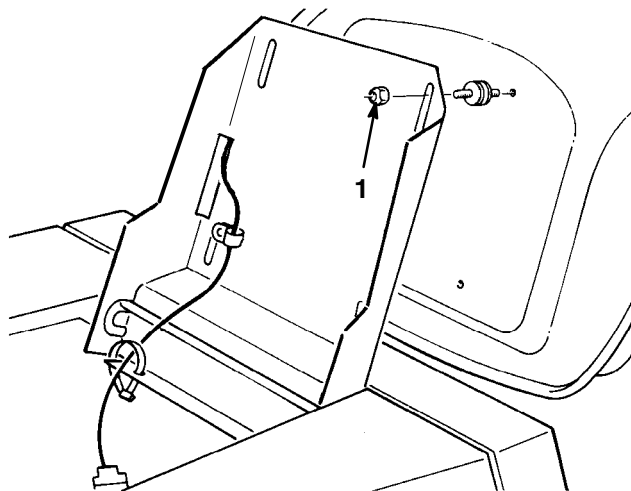

Figure 11
1. Soulevez le siège et desserrez les contre-écrous (Fig. 11).